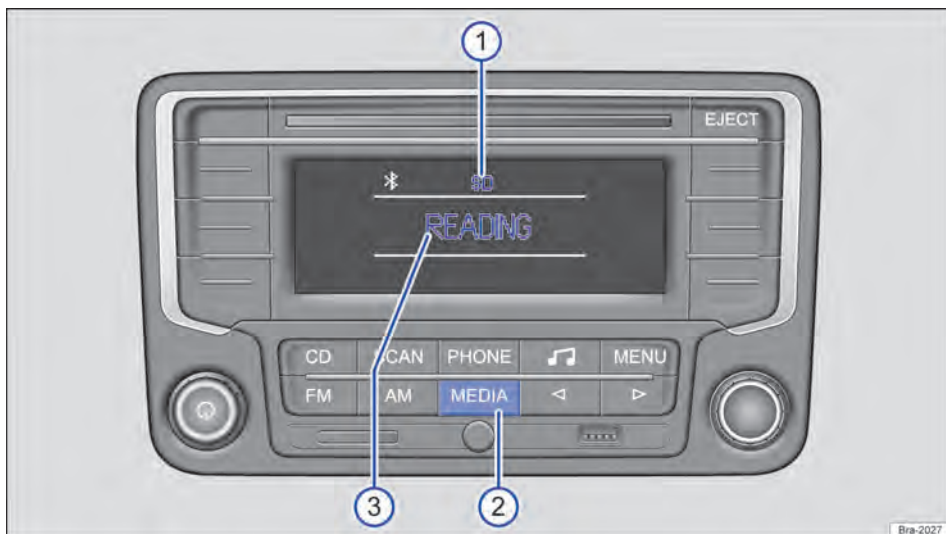
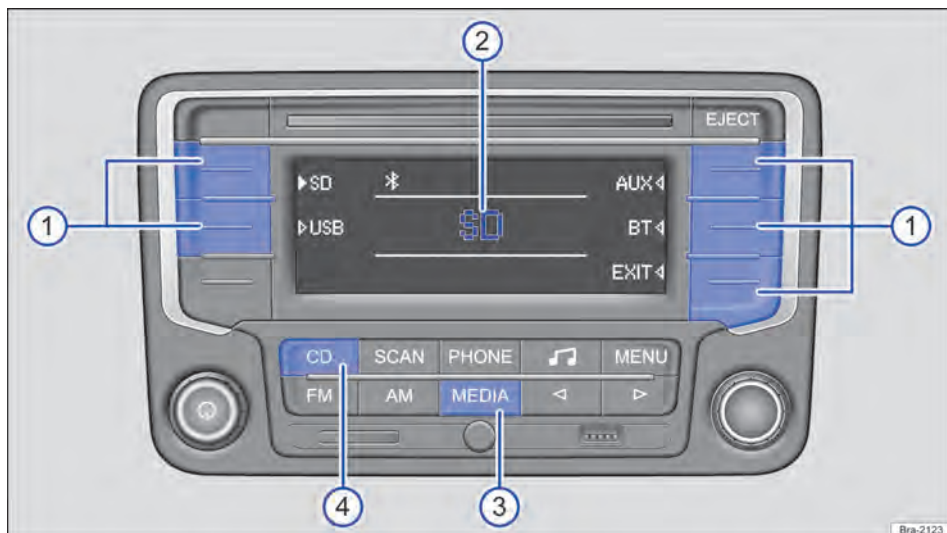

Fig. 152 Exemplo de exibição na operação de mídia: o rádio lê arquivos de um cartão SD.
Fig. 153 Exemplo de exibição na operação de mídia: a reprodução da última fonte de mídia tocada é continuada, outras fontes de mídia são selecionáveis.
Na operação de mídia podem ser selecionadas e controladas diferentes fontes de mídia. Para trocar para a operação de mídia, pressionar brevemente o botão do aparelho **MEDIA** → Fig. 152 ②.
Se a última fonte de mídia tocada ainda estiver conectada, a reprodução dessa fonte de mídia será automaticamente continuada e na troca para a operação de mídia ela será brevemente exibida no centro do display → Fig. 153 ②.
Na operação de mídia em execução, a fonte de mídia selecionada sempre será exibida na parte superior central do display → Fig. 152 ①.
Todas as fontes de mídia selecionáveis → Página 171, *Selecionar as fontes de mídia* são exibidas na área lateral do display → Fig. 153. Em algumas situações de operação, por exemplo, enquanto o rádio lê uma fonte de mídia, nenhuma fonte de mídia é selecionável → Fig. 152.
No centro do display é exibido o status atual da fonte de mídia, por exemplo, **READING**, enquanto o rádio lê uma fonte de mídia → Fig. 152 ③, informações sobre a faixa → Página 173 ou mensagens de erro:
Iniciar a operação de mídia → Página 170, *Menu principal MEDIA*. Se a última fonte de mídia tocada ainda estiver conectada, a reprodução dessa fonte de mídia será automaticamente continuada e na troca para a operação de mídia ela será brevemente exibida no centro do display → Fig. 153 ②.
Nas áreas laterais do display são exibidas todas as fontes de mídia selecionáveis → Fig. 153. Selecionar a fonte de mídia desejada da seguinte maneira:
- Pressionar brevemente o botão de função programado com a fonte de mídia desejada → Fig. 153 ①.
- **OU:** pressionar o botão do aparelho **MEDIA** tantas vezes necessárias até que seja exibida a fonte de mídia (exceto CD) → Fig. 153 ③.
- **OU:** pressionar o botão do aparelho **CD** para reproduzir um CD da unidade de CD interna → Fig. 153 ④.